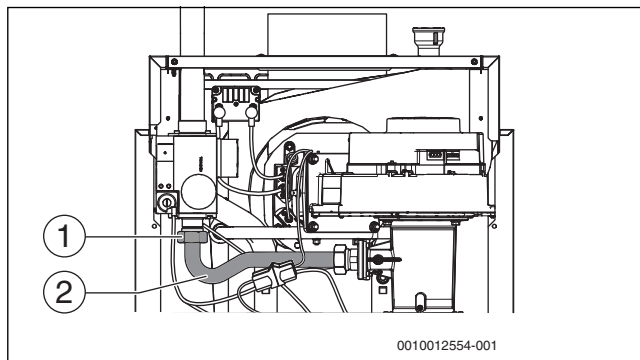

Рис. 40 Накидная гайка на газовой трубе
- ▶ Отверните накидную гайку (→ рис. 40, [1]) газовой трубы (→ рис. 40, [2]).